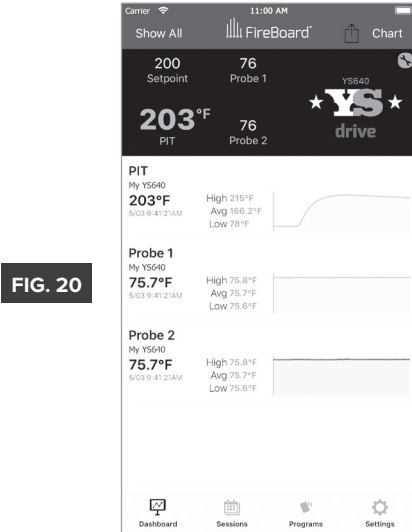

FIG. 20
- Vous pouvez choisir entre deux visualisations des données de température en cours d'utilisation : un graphique de base et un graphique détaillé. Vous pouvez basculer entre les deux en tapant sur le mot « Chart » ou « Detail », respectivement, dans la zone de la barre de titre de l'application. **(FIG. 20, 21)**